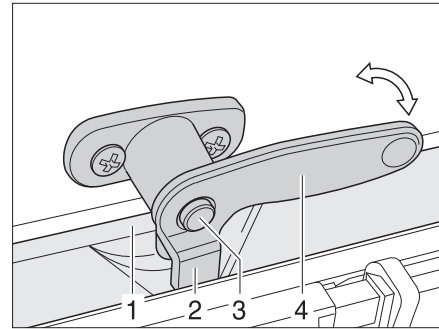

Fig. 74 Levier de verrouillage avec bouton de sécurité en position "fermée"
- Tourner le levier de verrouillage (Fig. 74,3) d'un quart de tour vers le centre de la fenêtre.